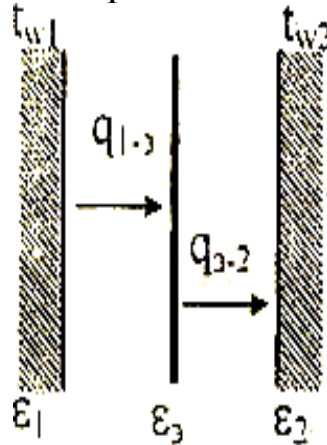

Рис.4. Лучистый теплообмен между поверхностями с одним экраном
2) Между поверхностями расположен ОДИН экран (рис.4):